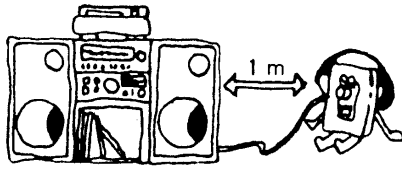

図4
- この器具と音響機器およびアンテナ、アース線はできるだけ(1m以上)はなしてください。(図4)